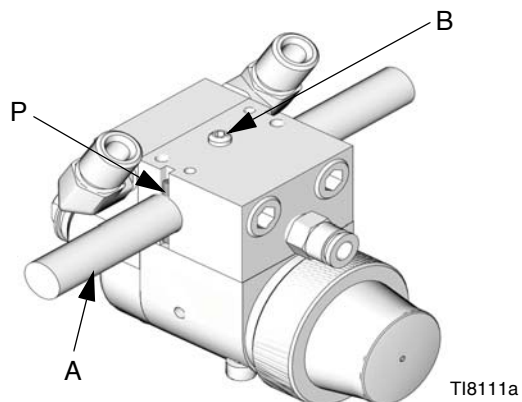

Рис. 3: Монтаж ползуна
1. Вставьте монтажный стержень (А) в отверстие коллектора, как показано на Рис. 3.